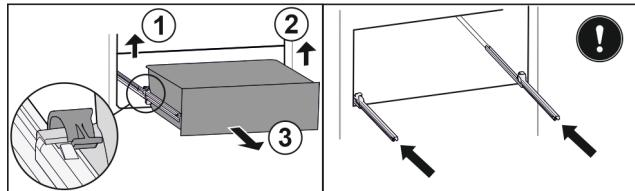

Fig. 91
- ▶ 提起左侧夹子，同时将抽屉左侧向前拉。Fig. 91 (1)
- ▶ 提起右侧夹子，同时将抽屉右侧向前拉。Fig. 91 (2)
- ▶ 朝前取出抽屉。Fig. 91 (3)